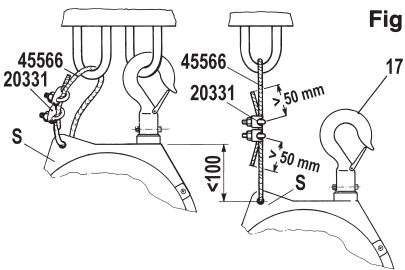

Fig. 1
Устройство (S) для страховочного подвеса балансира всегда следует закреплять к кронштейну/консоли правильно выбранных размеров, используя только стандартные крепежные приспособления (Рис. 1), которые входят в комплект поставки изделия.
Страховочный подвес НЕ ДОЛЖЕН БЫТЬ закреплен на один и тот же кронштейн/консоль, что и основной подвес балансира (17) (Рис. 1). На случай поломки основного подвеса необходимо оставить дополнительный запас хода троса не более 100 мм. Извлечь ненатянутые части троса не менее чем на 50 мм и затянуть гайки зажимов 20331 (рис. 1) постепенно и одновременно с крутящим моментом 4 нм.
Правила эксплуатации балансира предписывают проведение периодического контроля (например, раз в рабочую смену) состояния верхних устройств для подвески (17) и (S) (Рис. 1), крепежных винтов, самоблокирующихся устройств (если таковые используются), а также состояние крюков и троса.